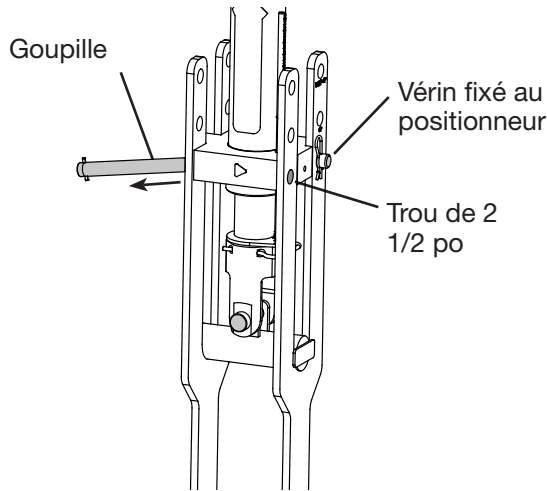

Figure 10
6. Retirer les deux broches d'attelage du vérin et les fourches de raccordement; (Fig. 10) il peut s'avérer nécessaire d'introduire ou de rétracter légèrement le piston afin de desserrer les broches.